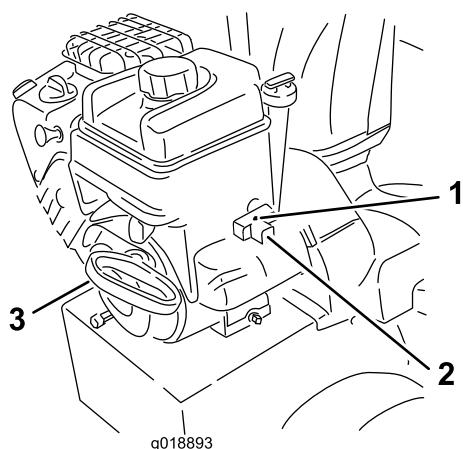

Figure 27
7. Démarrez la machine en tirant sur le lanceur ou en appuyant sur le bouton du démarreur électrique (Figure 27).